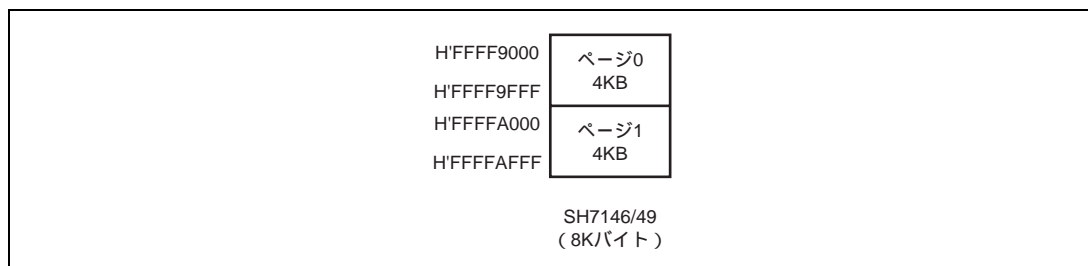

図 21.1 内蔵 RAM アドレス
本 LSI は高速スタティック RAM を内蔵しています。内蔵 RAM は、32 ビット幅のデータバス (L バス) を介して CPU、32 ビット幅のデータバス (I バス) を介してデータトランスファコントローラ (DTC) に接続されており、8、16 または 32 ビット幅で、内蔵 RAM をアクセスすることができます。内蔵 RAM は、各製品により図 21.1 に示すアドレスに割り付けられており、アドレスによりページ 0、ページ 1 に分かれています。RAM は、CPU (L バス経由)、DTC (I バス経由) からのアクセスが可能です。同時に同じページに対して異なるバスからアクセス要求があったときの優先順位は I バス (DTC) > L バス (CPU) となります。このような競合は RAM アクセスの性能低下を招きますので、できるだけ競合が起こらないようにソフトウェアでの対策を推奨いたします。例えば各バスごとに異なるページでアクセスすると競合は発生しません。L バス (CPU) からのアクセスは、ページ競合が発生しない限り 1 サイクルアクセスになります。I バス (DTC) からのアクセスは、内部クロック (I) とバスクロック (B) の比や DTC の動作状態などにより変化します。内蔵 RAM の内容は、スリープモード、ソフトウェアスタンバイモード、パワーオンリセット、マニュアルリセットでは保持されます。しかし、ディープソフトウェアスタンバイモードでは、内蔵 RAM の内容は保持されません。